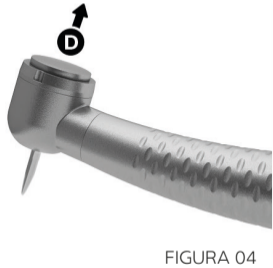

FIGURA 04
3. Soltar a tampa da cabeça (D). Certificar-se que a broca está encaixada e fixada corretamente (FIGURA 04).